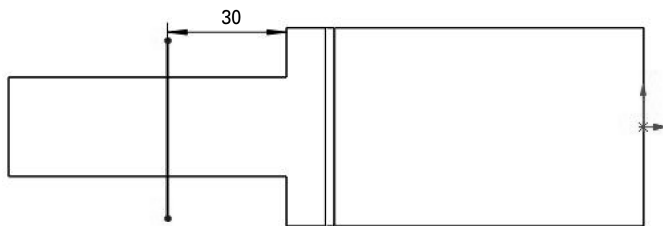
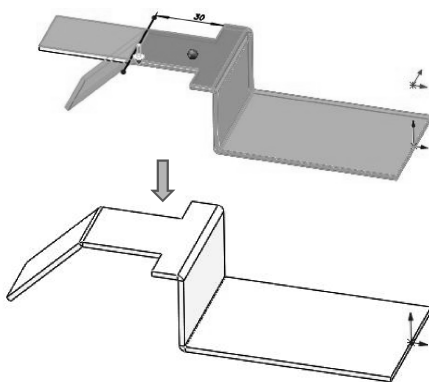

图 6-50 绘制草图直线
图 6-51 创建绘制的折弯
- 06 创建绘制的折弯。在转折上绘制草图直线, 如图 6-50 所示。单击【钣金】选项卡中的【绘制的折弯】按钮, 弹出【绘制的折弯】属性面板, 选择固定面, 在【转弯角度】数值框中输入 45, 若有必要, 单击【反向】按钮, 完成绘制折弯的创建, 如图 6-51 所示。